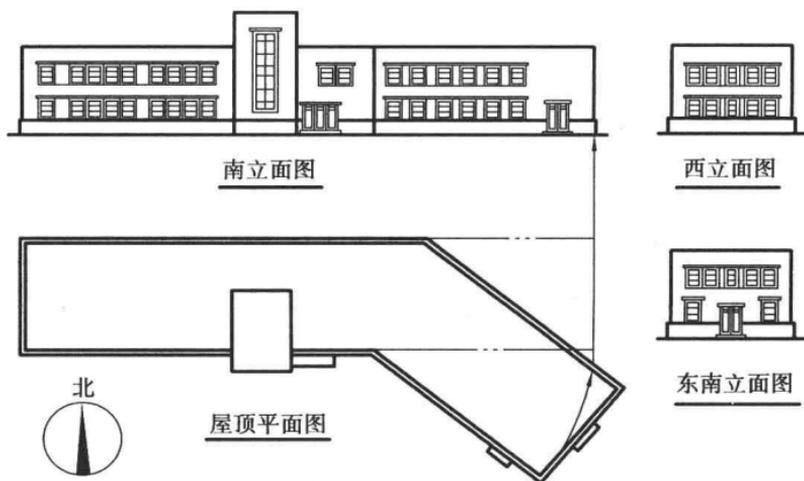

图 1.2 旋转视图、斜视图
(2) 旋转视图、斜视图 旋转视图是指当实体上某一部分的结构形状是倾斜的,且不平行于任何基本投影面,而该部分又具有回条件时,假想将该实体的倾斜部分先旋转到与某一选定的基本投影面平行后,再进行投影所得的视图称为旋转视图。如图 1.2 所示,房屋的右端向东南方向延伸,朝向西南。现假想房屋的右端部分按旋转法旋转成正位置向 Y 面投影,使得南立面的右端反映房屋右端朝向西南的立面的真实形状。